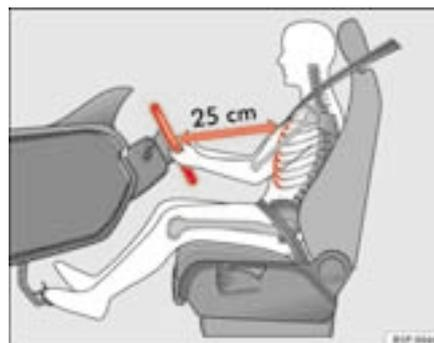

Fig. 128 Posição correcta do banco do condutor
- Ajustar o volante, até ser atingida a posição pretendida ⇒ fig. 128.
- Ajustar o banco do condutor ou o volante, de modo a que a distância entre o volante e o esterno seja de pelo menos 25 cm ⇒ página 164, fig. 128. Se não se respeitar a distância mínima, o sistema de airbag não pode exercer a sua função de protecção – perigo de vida!